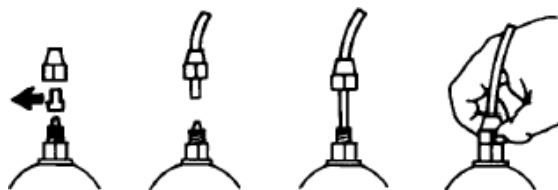

Рис. 7
e. – Зніміть захисні ковпачки з двох ніпелів, пропустіть шланг через гайку, одночасно прошовхуючи і обертаючи, вставте шланг в кінцеве з'єднання ніпеля (зажим шланга). Поворотом гайки зафіксуйте шланг (Рис. 7)